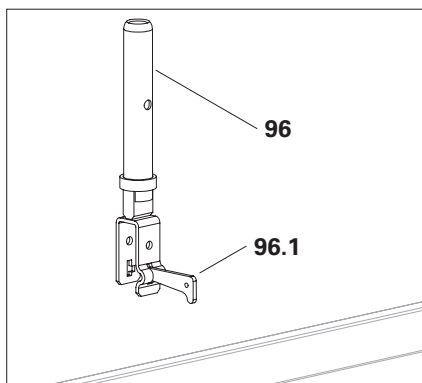

Fig. A11.09b
1. Estrarre il cuneo (**96.1**) dalla chiave di serraggio e inserire la chiave di serraggio sul corrente orizzontale. (Fig. A11.09b)